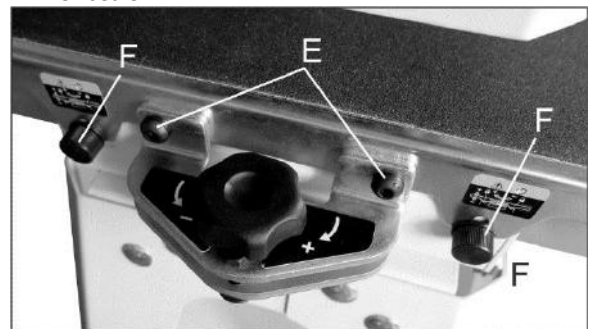

Abb. 10-3
13. Die zwei (2) Schrauben, mit denen der Fördertisch am Sockel befestigt ist, lösen.
14. Die zwei (2) Schrauben, mit denen der Fördertisch an der Trommel-Ausrichthalterung (E, Abb. 10-3) befestigt ist, lösen.
15. Die zwei Verriegelungen (F, Abbildung 10-3) lösen.